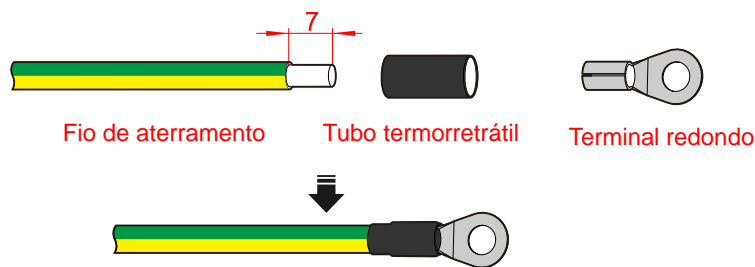

Figura 3-13 Preense o fio de aterramento(unidade: mm)
- Etapa 1 Remova a camada de isolamento do fio de aterramento com o desencapador de fios e crimpe-o no terminal redondo fornecido como exibido na Figura 3-13.